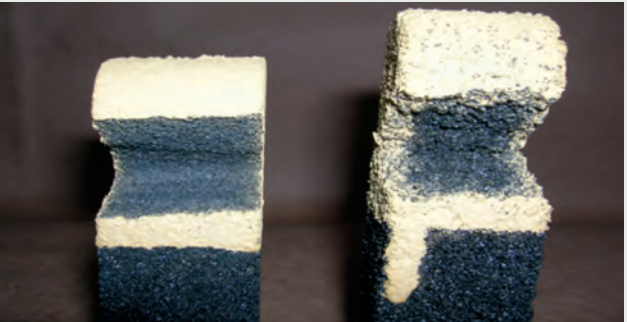

Abb. 7: Schlichte Auftrag bei unterschiedlichen Formstoffeigenschaften
- ▶ Der Verarbeitungszustand der Schlichte sollte an geänderte Formstoffeigenschaften (Verdichtung, Körnung, etc.) angepasst werden (ein eingestellter Verarbeitungszustand einer Schlichte verhält sich bei geänderten Formstoffeigenschaften üblicherweise anders, siehe **Abb. 7**)